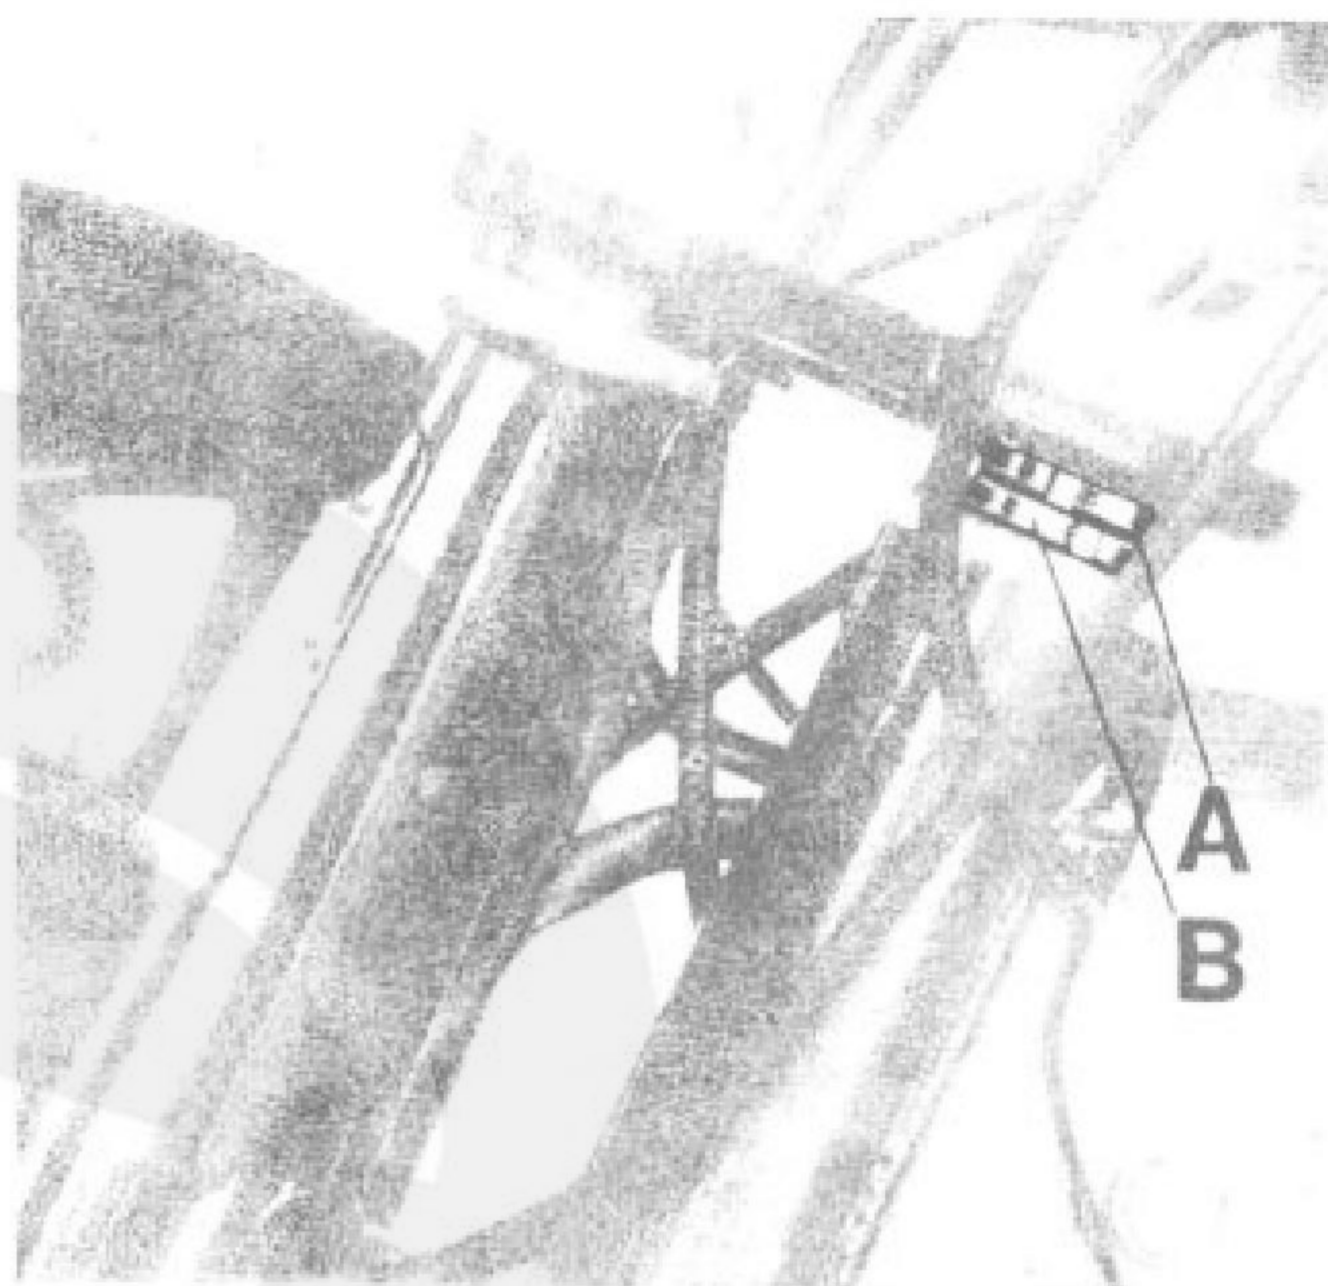

Fig. 111
- la ghiera (B) e controghiera (A) e sfilare la forcella completa (vedere fig. 111);
la ghiera sul canotto (B di fig. 111) avvitarla fin che lo sterzo è regolato accertandosi che giri liberamente; ad operazione ultimata avvitare la controgiera (A di fig. 111) bloccandola a mezzo chiave speciale;